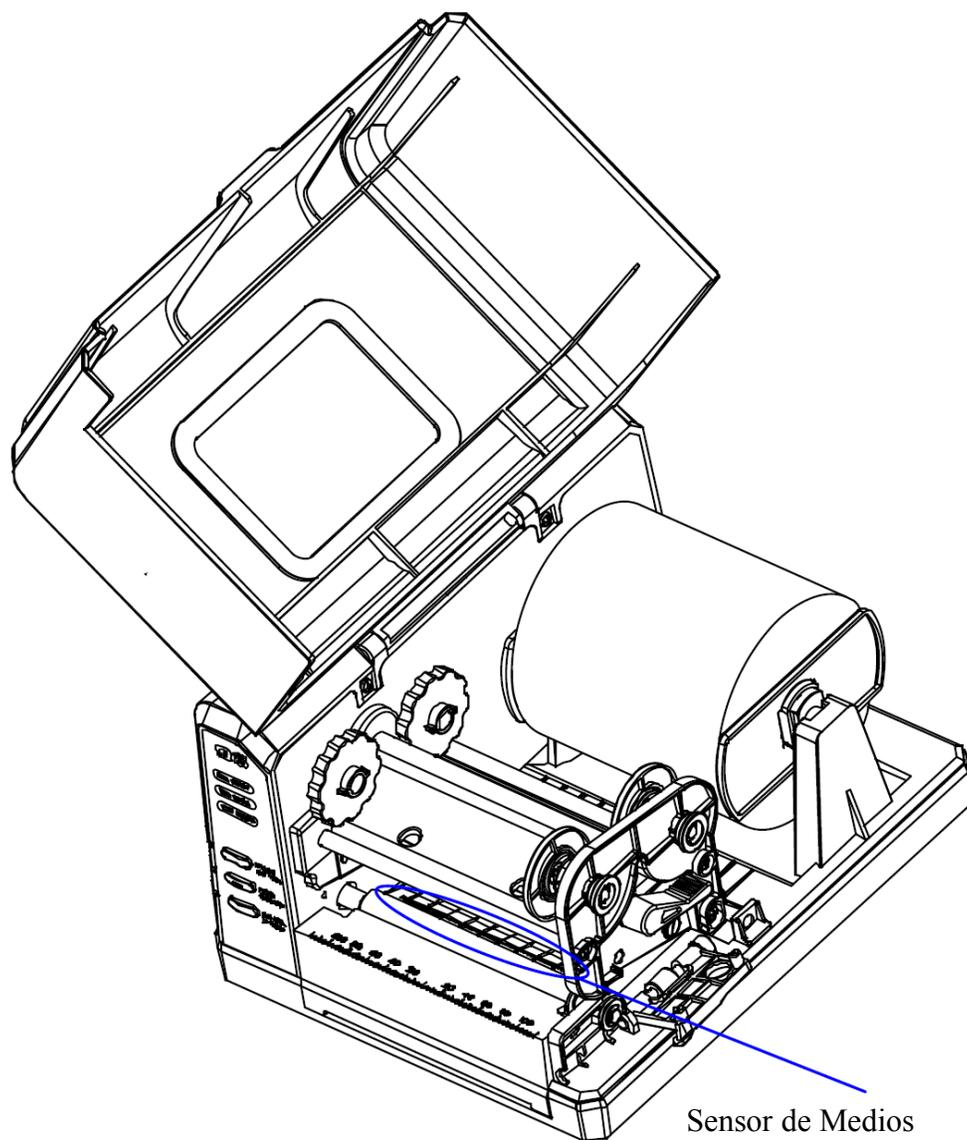

Figura 7-1
1. Levante la cubierta superior (véase la Figura 7-1).